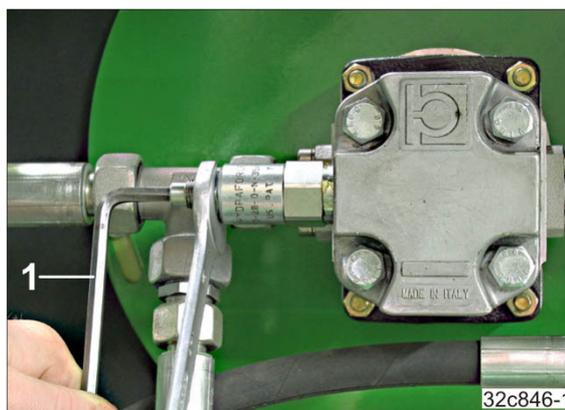

Fig. 222
1. Die Kontermutter (Fig. 222) lösen.
2. Das Druckbegrenzungsventil auf das werkseitig eingestellte Maß „21 mm“ (Fig. 222) einstellen.
- 2.1. Die Schraube mit dem Innensechskantschlüssel (Fig. 222/1) entsprechend verdrehen.